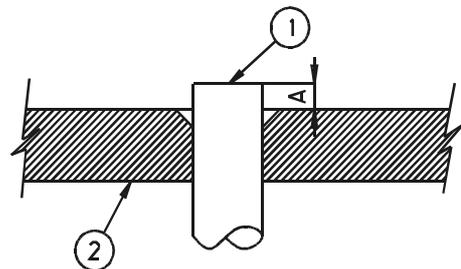

Abbildung 12: Erweiterung des Rohrs
- Bördelmutter über das Rohr führen, das Rohr im Bördelgerät sichern, wie in Abbildung 12 dargestellt, und die Bördelung am Rohrende ausführen. Das Ausmaß, in dem das Rohr über die Bördelzwinde hinausragt (A) ist je nach Rohrdurchmesser unterschiedlich und wird eingestellt wie in der Tabelle angeführt. Vor der Bördelung einige Tropfen Kühllöl auf das Rohr geben.